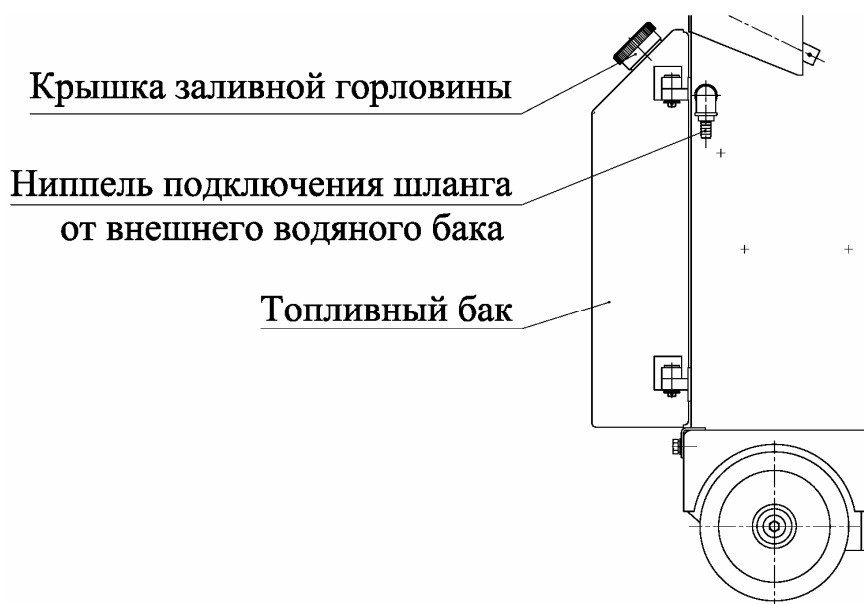

Рис. 5
- Заправьте топливный бак (см. рис. 5) бензином марки АИ-92. Перед заправкой очистите зону вокруг заливной горловины, после чего снимите крышку. Не переполняйте бак, оставьте некоторое пространство в топливном баке для расширения топлива.
- Подсоедините шланг от внешнего источника воды к соответствующему ниппелю (см. рис. 5).